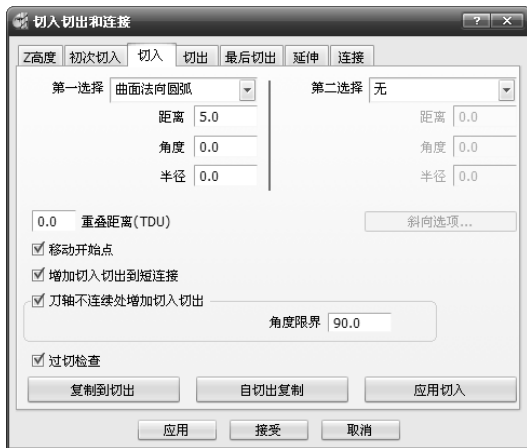

图 5-25 “切入”选项卡
1) 选择“切入”选项卡，选择“曲面法向圆弧”切入方式，设置相关参数，如图 5-25 所示。单击“应用切入”按钮。